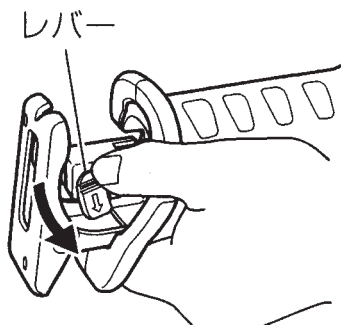

図 4
- (2) レバーを図4の矢印の方向(レバーに刻印された矢印と同じ方向)に押し下げてください。
レバーを図 4 の矢印の方向に押し下げてから、のこ刃を下に向けてください。のこ刃は自然に落下します。自然に落下しない場合は、のこ刃を指で引張って取りはずしてください。